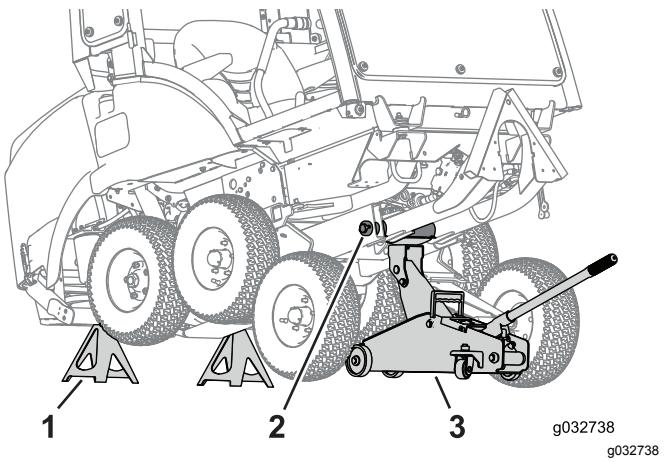

図 88
4. フロアジャッキを使って冬用フレームを持ち上げる図 88。